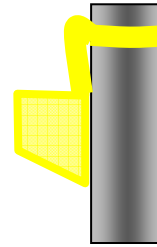

Figura 1
- a) Instale primero el collar retenedor (ver figura 1). Coloque el collar en el tubo como se muestra y deslícelo sobre él entre 2,5 y 5 centímetros.